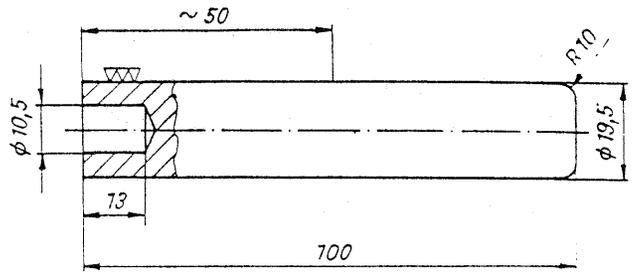

Fig. 46. Boulon pour l'enfoncement du joint torique à lèvres intérieure et du circlip
- (Z) Pièce à deux pans
Il est indiqué de composer le ressort (6), le piston de frein (8) et le joint torique (9) conformément à la disposition de montage, de les enfoncer dans le maître-cylindre avec un boulon selon la fig. 46 et de faire glisser le circlip (10) jusqu'à son encliquetage dans la rainure en se servant du boulon.